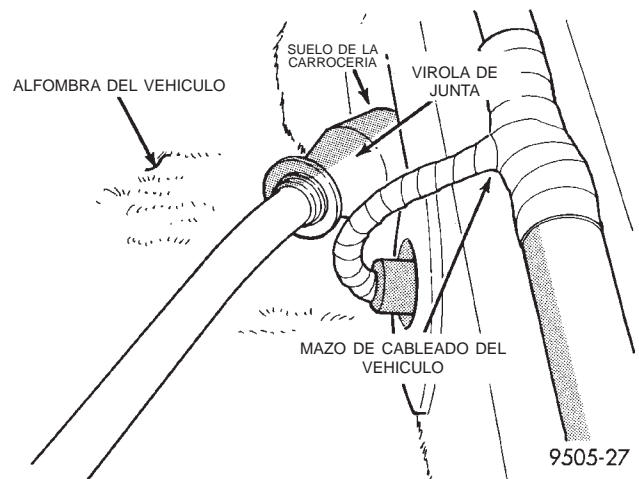

Fig. 157 Instalación de la virola de junta en el suelo de la carrocería
(10) Instale el conjunto de rueda y neumático trasero en el vehículo. Apriete todos las tuercas de espárrago de la rueda en sentido cruzado con la mitad de la torsión especificada. Luego apriete totalmente las tuercas de espárrago con una torsión de 135 N·m (100 libras pie), repitiendo el mismo sentido anterior.
(11) Baje el vehículo.
(12) Tome con fuerza la virola de la junta del cable del freno de estacionamiento al suelo de la carrocería (Fig. 157) con la mano y tire de ella hacia el suelo de la carrocería para asegurarse de que la virola esté completamente asentada allí.